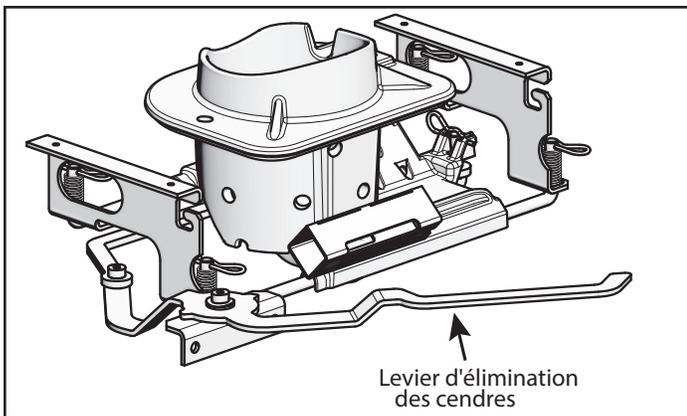

Figure 19.1
- Tandis que les ressorts se réchauffent et refroidissent, ils peuvent perdre de la tension (Figure 19.1).